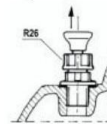

рис. 2
Предохранительный клапан R03d – рис.2
5. Потягивая за ручку предохранительного клапана R03d, проверить возвращается ли он в первоначальное положение. Если появляются сопротивления, открутить гайку предохранительного клапана - R26 (рис.2), изъять стержень клапана, прочистить, легко сменить силиконовой смазкой. Собрать в обратном порядке, затянув гайку клапана до упора.